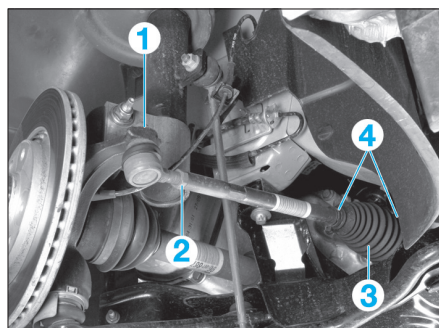

Fig. 11
- l'écrou (1) de rotule de direction (Fig.11).
- Déposer l'écrou (1) (Fig.11) de rotule de direction.